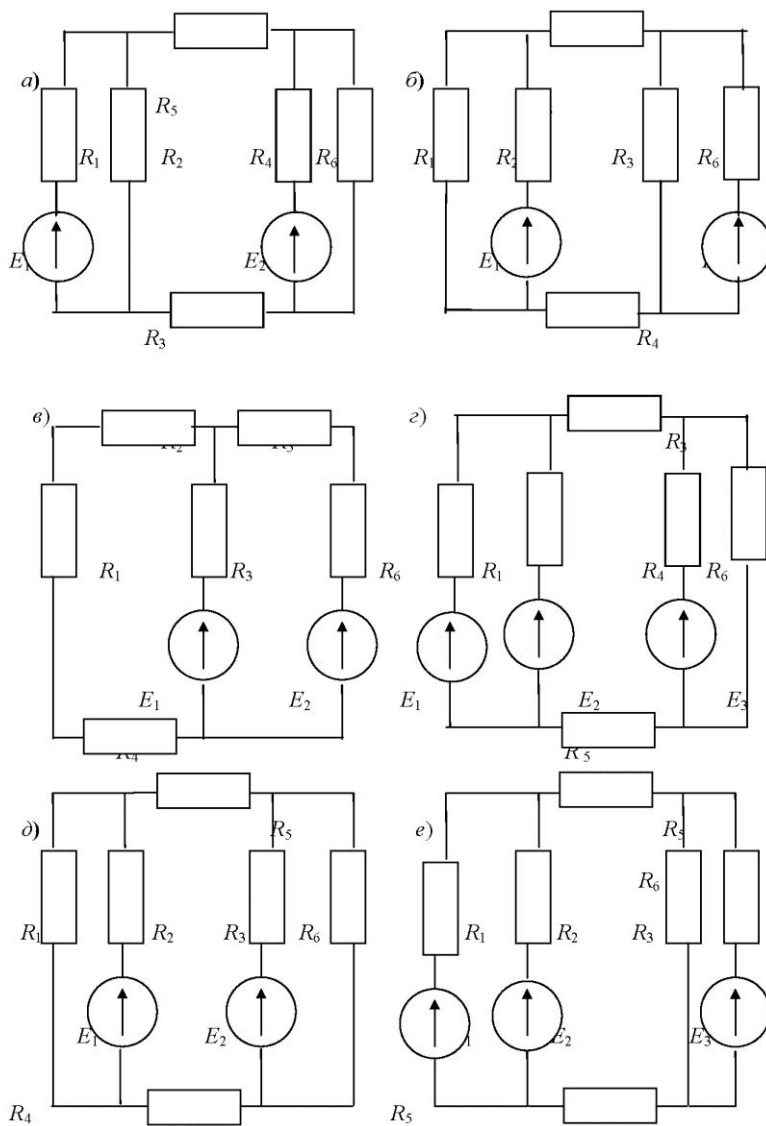

Рис. 3
1. Схема соединения цепи постоянного тока приведена на рис.3. Параметры элементов цепи приведены в табл.2. Требуется составить систему уравнений для определения токов в ветвях методом применения законов Кирхгофа.